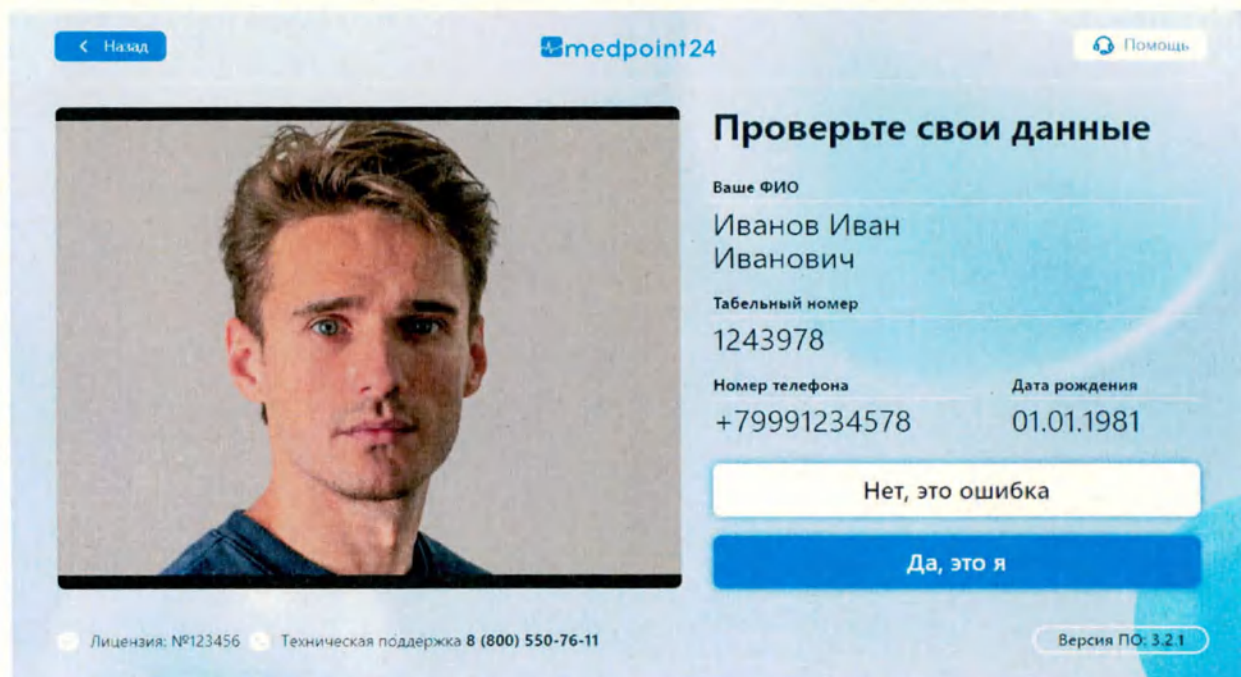

Рисунок 16. Подтверждение личных данных в модуле ПО Medpoint24 – Терминал
После авторизации отобразится экран подтверждения личных данных, как представлено на рисунке (Рисунок 16);
1) Если все данные проверены и совпадают, необходимо подтвердить свои данные кнопкой «Да, это я». В случае несовпадений необходимо нажать кнопку «Нет, это ошибка» (Рисунок 16).